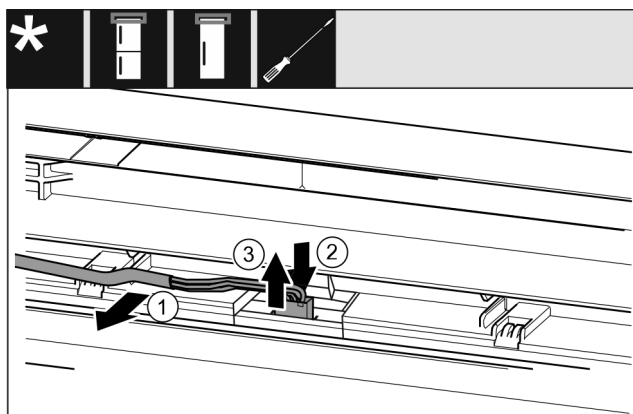

Fig. 23 Kombinált hűtő-fagyasztókészülékek / fagyasztókészülékek / hűtőkészülékek*
- Óvatosan vegye ki a kábelt Fig. 23 (1) az ajtóban lévő vezetősínből.*
- Nyomja hátra a dugó alatti fedőlemezt Fig. 23 (2)*
- Óvatosan húzza ki felfelé a dugót Fig. 23 (3)*